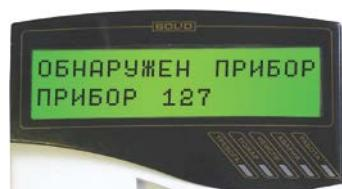

Рисунок 4
3.5.7 В течение 1 мин после включения питания пульт должен показать сообщение об обнаружении устройства с сетевым адресом, соответствующим текущему адресу «С2000-БКИ» ( заводской адрес блока 127). На рис. 4 представлен индикатор пульта «С2000М» с соответствующим сообщением.